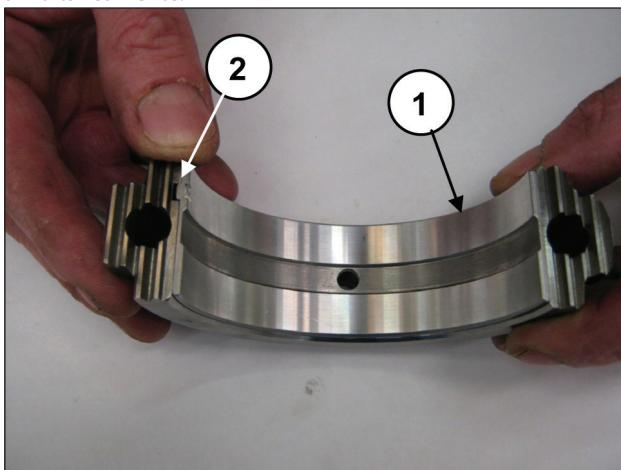

Fig. 69
Aplique os semi-rolamentos inferiores nas capas (pos. ①, Fig. 69), certificando-se que a lingueta de referência dos semi-rolamentos esteja posicionada na caixa sobre a capa (pos. ②, Fig. 69).